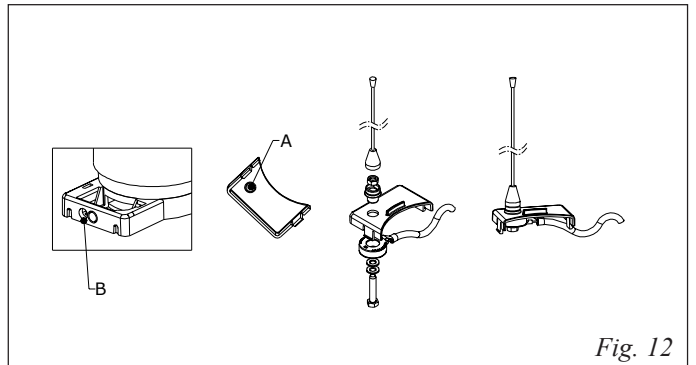

Fig. 12
1- Aprire il foro prefatturato, Ø 9, presente sul supporto antenna (Fig. 12 rif. A).
2- Montare l'antenna con gli accessori a corredo come illustrato in Fig. 12.
3- Infilare il cavo nel lampeggiante (Fig. 12 rif.B).
- 1 - Open the pre-drilled Ø 9 hole on the antenna support (Fig. 12 ref. A).
- 2 - Fit the antenna with the supplied accessories as shown in Fig. 12.
- 3 - Insert the cable in the flashing lamp (Fig. 12 rif.B).